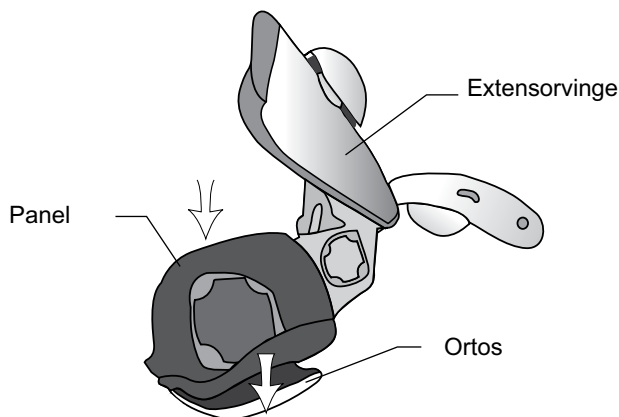

Bild 6-17: Placera flexorpanelen
- Öppna ortosens vinge och passa in flexorpanelen i flexorstödet. Se bild 6-17.